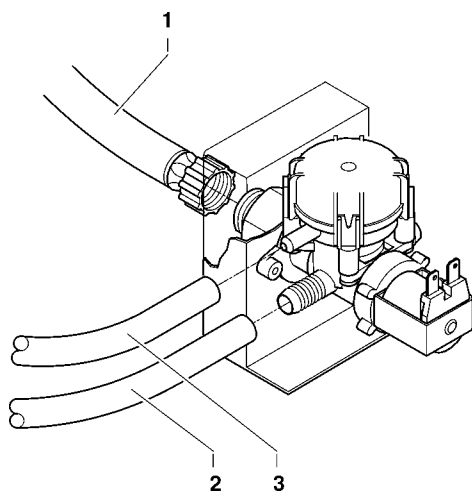

Fig. 21
Per gli apparecchi con alimentazione da rete, l'apparecchio va allacciato alla rete di acqua potabile con una pressione compresa tra 0.05 e 0.85 MPa (0,5-8,5 bar). Far fuoriuscire acqua dalla rete idrica finché la stessa non si presenti limpida ed esente da tracce di sporco. Collegare mediante un tubo del diametro interno minimo di 6 mm (disponibile anche come kit) adatto a sopportare la pressione di rete e di tipo idoneo per alimenti la rete idrica al raccordo $\frac{3}{4}$ " gas della elettrovalvola di entrata acqua (vedi fig. 21).
L'elettrovalvola di entrata acqua (vedi fig. 21) è dotata di un dispositivo antiallagamento che permette di bloccare meccanicamente l'entrata dell'acqua in seguito ad una disfunzione dell'elettrovalvola stessa o del meccanismo di controllo del livello dell'acqua in caldaia.
- allentare il raccordo che fissa il tubo di alimentazione dell'elettrovalvola per scaricare la pressione di rete residua e stringerlo nuovamente (vedi fig. 21);